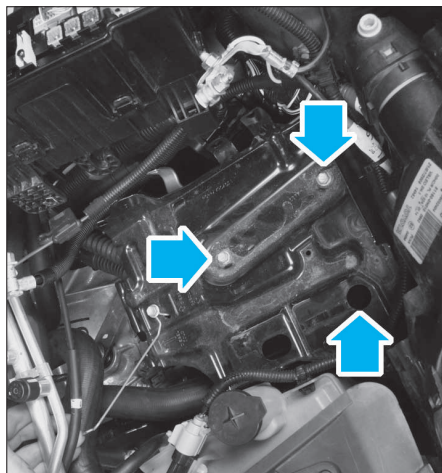

FIG. 13
- Déposer le support batterie (3 vis) (fig. 13).